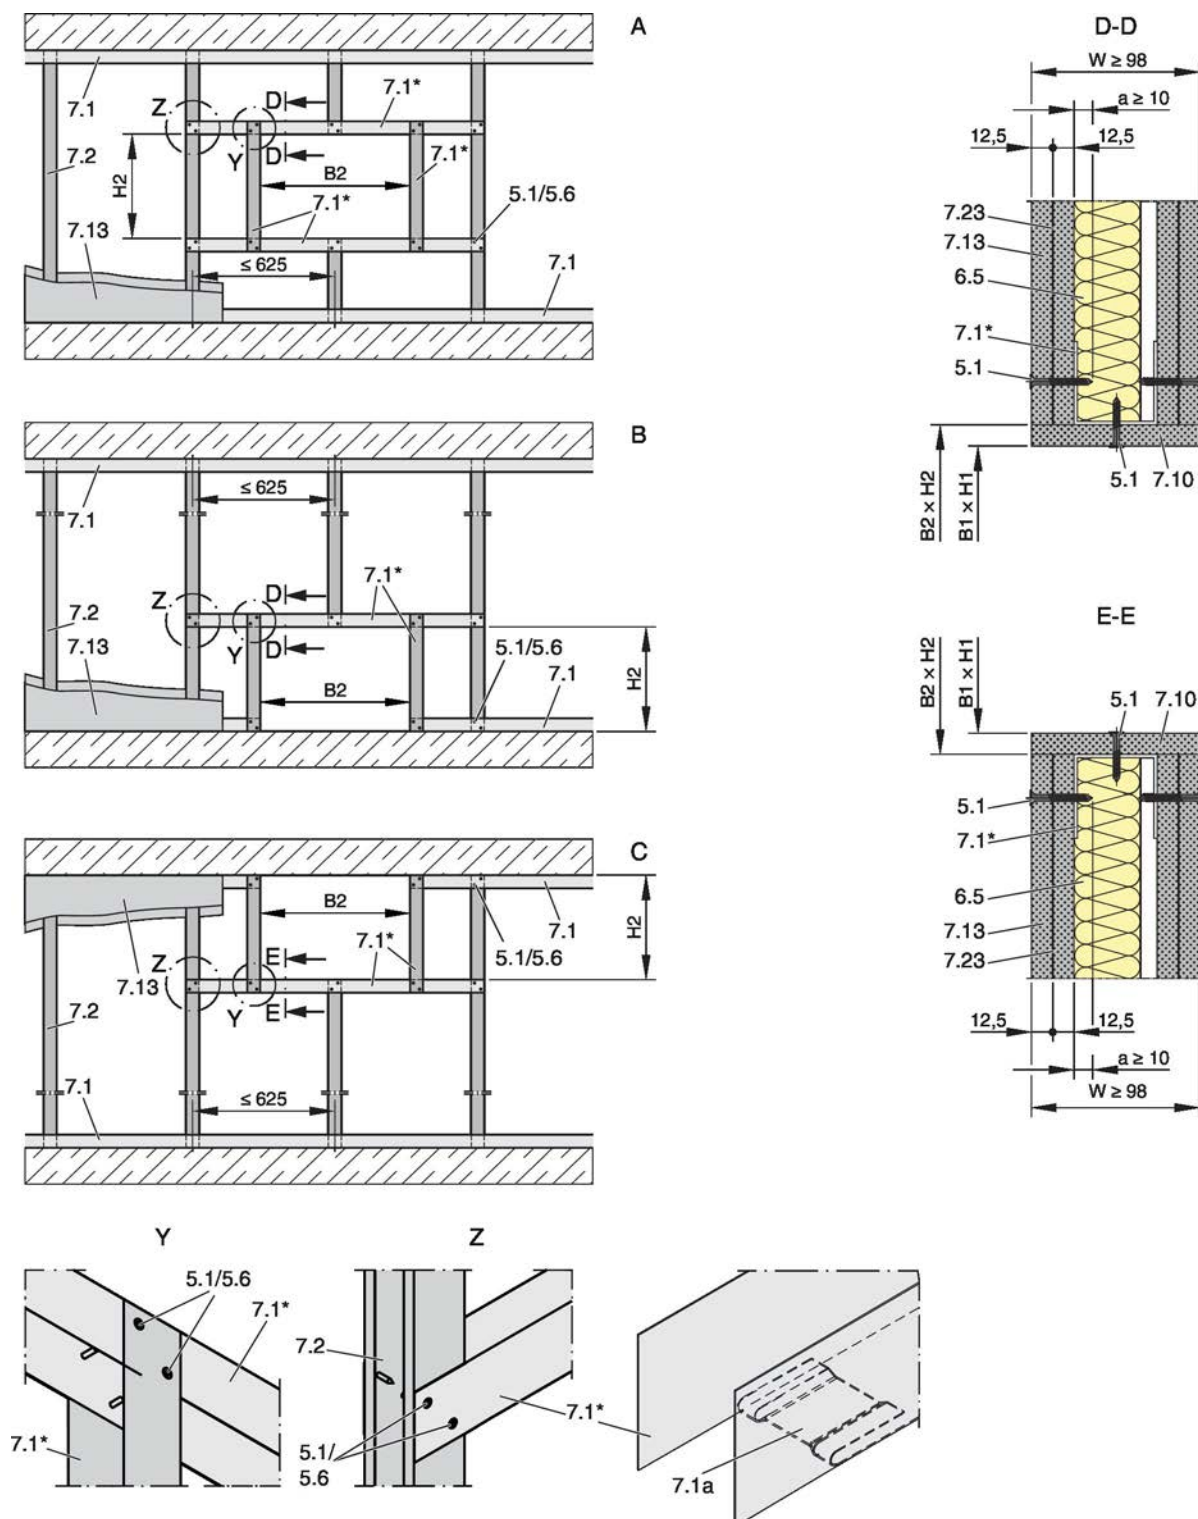

Fig. 25: Cloison légère avec structure métallique portante et habillage des deux côtés
- Fournir des profilés métalliques adaptés au niveau de l'ouverture de montage dans la structure portante métallique, voir Voir la Fig. 25.